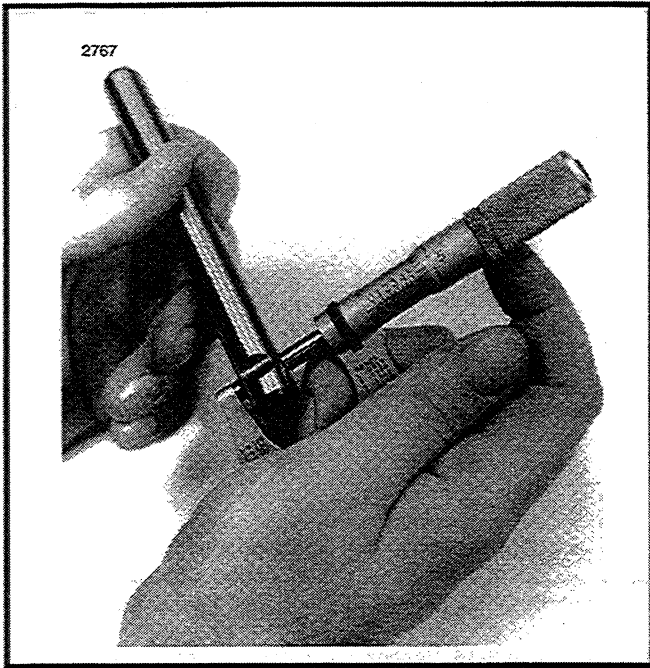

Figure 3-11. Mesure du diamètre de l'axe du culbuteur
5. Voir Figures 3-11 et 3-12. Mesurer le diamètre de l'axe du culbuteur aux emplacements où il s'adapte dans le cache-culbuteurs inférieur et à l'endroit des bagues des culbuteurs. Notez les mesures.